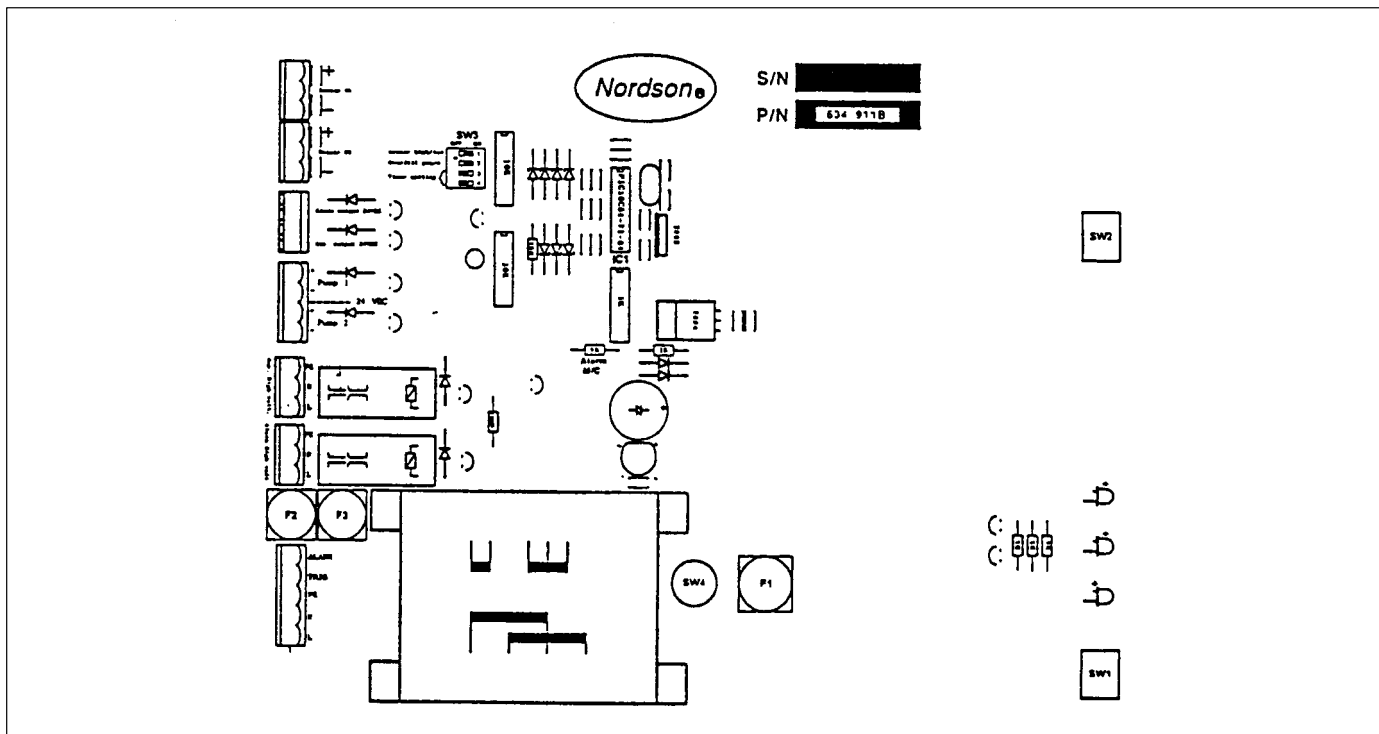

Abb. 3-2 Einstellen der Platine
2. Stellen Sie die Schalter SW3 und SW4 wie nachfolgend beschrieben ein. Siehe Abbildung 3-2.